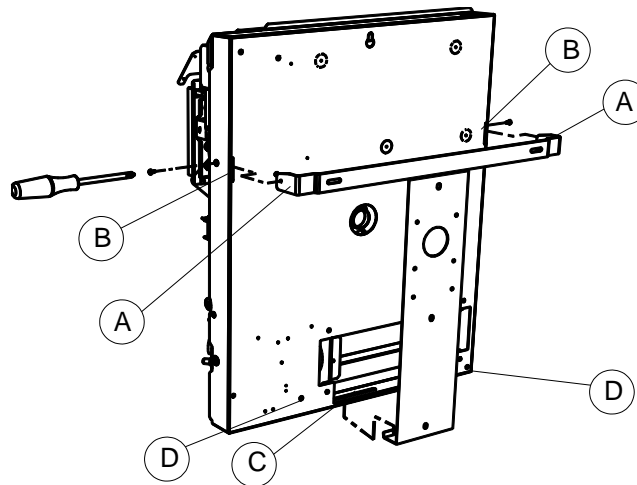

Abbildung 10 – Einhängen an der Wandkonsole
11. Zur Wandmontage des Heizkörpers das Langloch C an der Unterkante des Rahmens an der Halterung einhängen, siehe Abbildung 10.